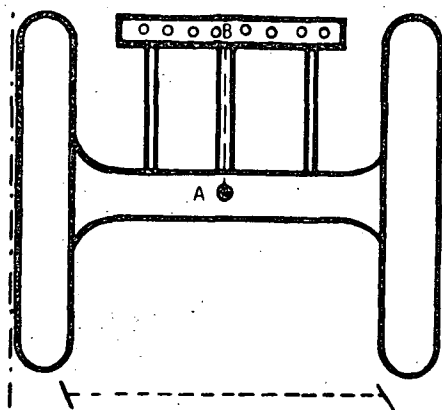

Fig. 1 - Linha média do trator
A *linha de tração do trator* é definida por dois pontos: o ponto médio do eixo traseiro (A) e o central da barra de tração (B) (fig. 1).